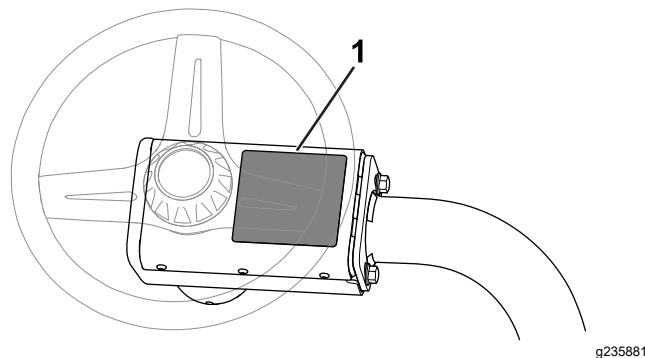

Рисунок 8
- Приклейте предупреждающую наклейку CE (№ по кат. 136-8505) поверх имеющейся предупреждающей наклейки (№ по кат. 136-8506). На Рисунок 8 показано расположение предупреждающей наклейки.